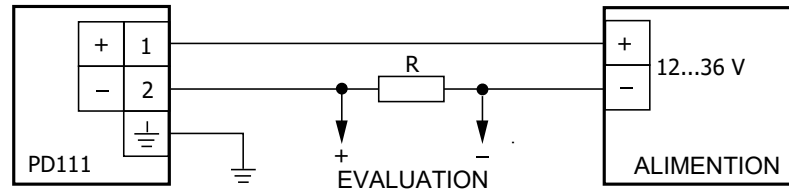

Fig. 4.1 Plan de raccordement
Le transducteur est connecté conformément au schéma de connexion (Fig. 4.1) en tenant compte des exigences de la résistance de charge (charge).
- Dévisser le passe-câble à vis (4) et retirer le joint d'étanchéité (3).
- Insérer le câble à travers le presse-étoupe (4) et la bague d'étanchéité (3) dans le boîtier (2).
- Connecter les extrémités du câble conformément au schéma de raccordement (Fig. 4.1).